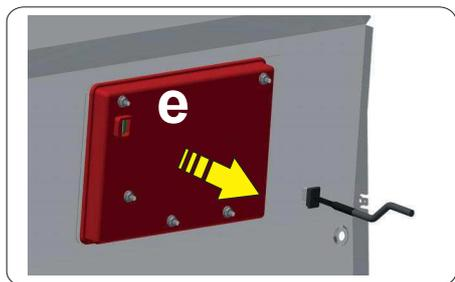

Fig. 12
- Déconnecter le câble de l'écran (position **e** - voir **Fig. 12**).